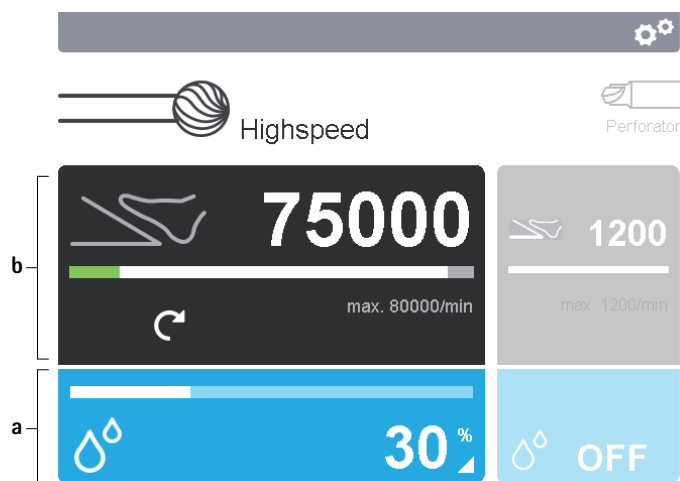

Fig. 5 Attivazione campi di comando
- Modificare i parametri di impostazione del motore/manipolo: Attivare il campo di comando del motore/manipolo **a** sul display **2**, vedere Fig. 5.